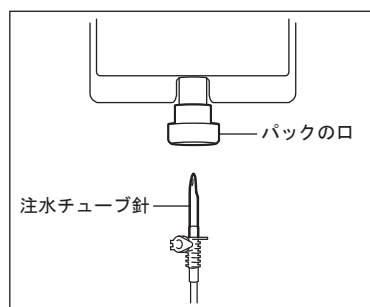

図 10
- 3) 注水チューブ針をパックの口に挿し込みます。（図 10）